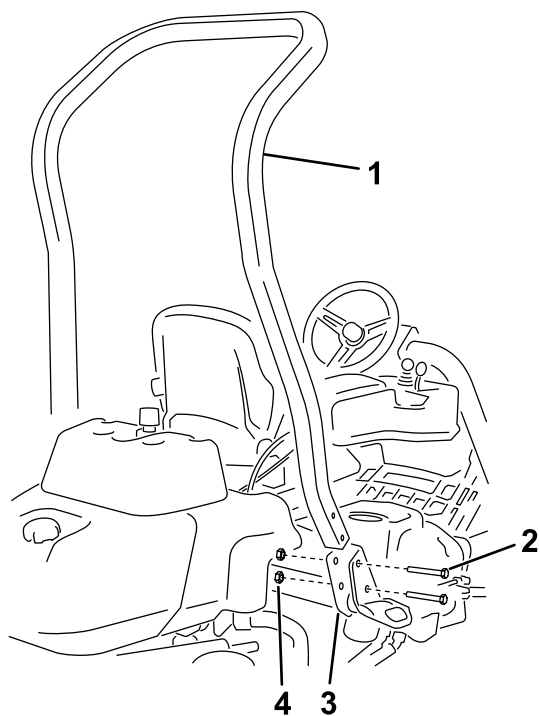

Рисунок 3
3. С помощью 4 болтов (1/2 x 3/4 дюйма) и 4 фланцевых гаек (1/2 дюйма) установите защитную дугу в кронштейны конструкции ROPS на каждой стороне машины, как показано на Рисунок 3.